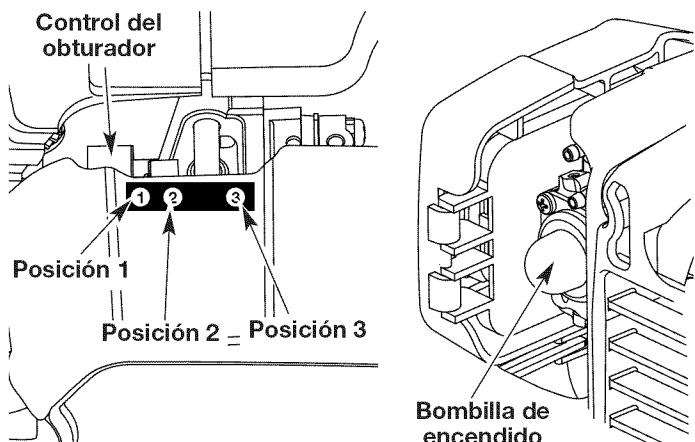

Fig. 11
5. Oprima completamente el cebador y suéltelo 10 veces. Hágalo lentamente. Se deberá ver un poco de **combustible en el cebador** y en las tuberías de alimentación de combustible (Fig. 11). Si no puede ver el combustible en el cebador, oprímalos y suéltelos tantas veces como sea necesario hasta que vea combustible en el mismo.